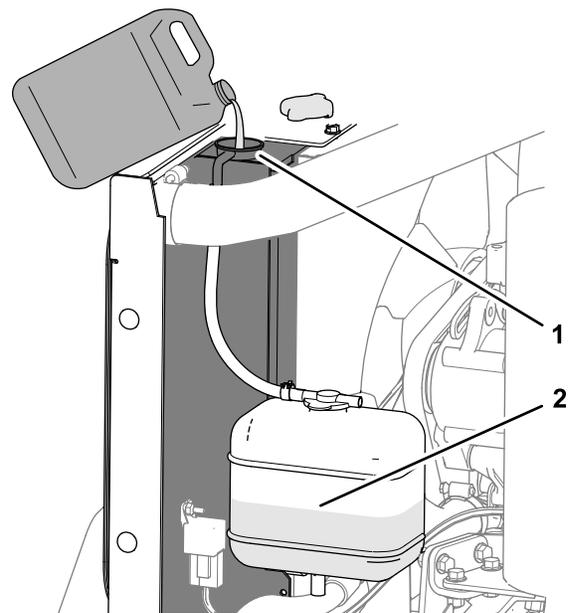

Figura 59
1. Retire o tampão do radiador e adicione lentamente o líquido de refrigeração especificado até o radiador ficar cheio (Figura 59).
2. Coloque a tampa do radiador (Figura 59).
refrigeração especificado até o tanque ficar 1/2 cheio (Figura 59).
4. Instale a tampa no depósito do reservatório do líquido de refrigeração (Figura 59).